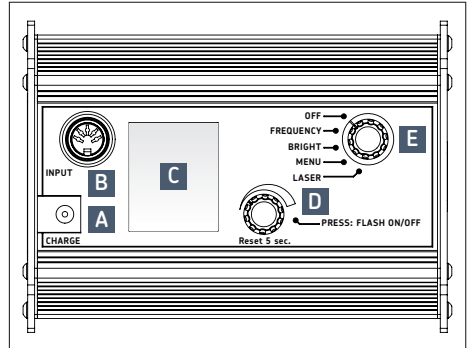

Fig. 1: Estroboscopio SKF TKRS 41
### 5.1 Conectores (→ fig. 1)
1. Cargue el dispositivo: conecte el cargador en el puerto CHARGE (A) situado en la parte posterior del dispositivo (→ fig. 1).
2. Dirija el dispositivo hacia un objeto en movimiento y enciéndalo. Gire el interruptor selector (E) una muesca hacia la izquierda hasta la posición "FREQUENCY" (frecuencia).